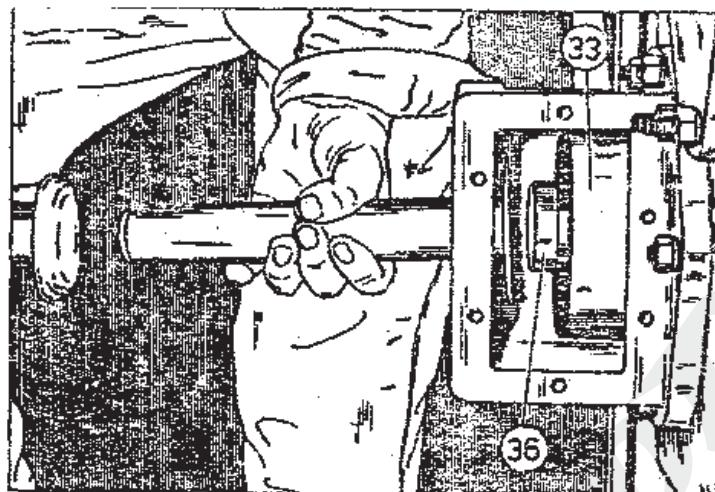

Рис. 2-39. Вдавливание подшипника 6296 на валик с помощью втулки /32 - см. рис. 2-30/.
6. Вдавить подшипник 6206 /поз. 36/ на валик I с помощью втулки/рис. 2-39/.